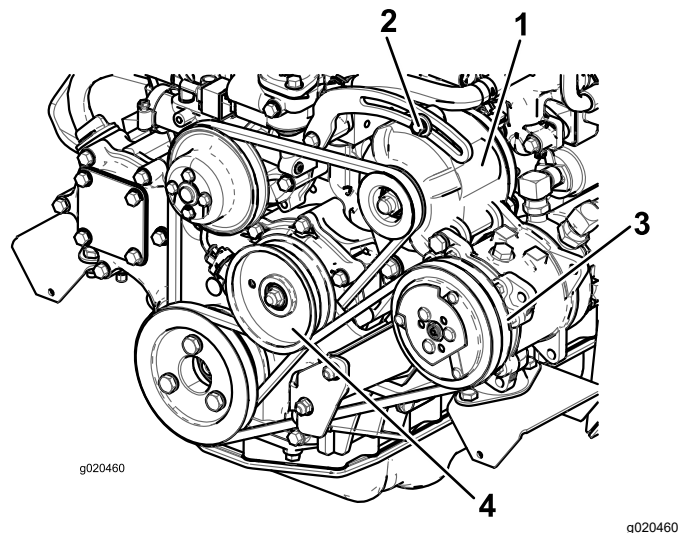

Figure 76
Si vous n'obtenez pas une flèche de 10 mm ($\frac{3}{8}$ po), desserrez les boulons de fixation de l'alternateur (Figure 76).
2. Si vous n'obtenez pas une flèche de 10 mm ($\frac{3}{8}$ po), desserrez les boulons de fixation de la poulie de tension (Figure 76).